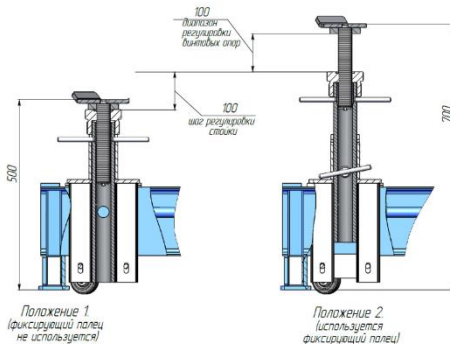

Рис. 2. Стойки
5.3 Отрегулируйте стойки по ширине и высоте. Зафиксируйте стойки (Рис. 2)